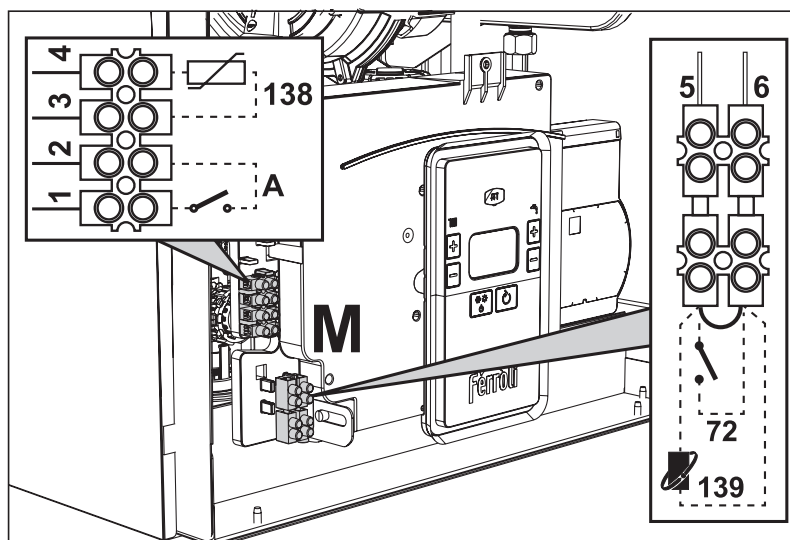
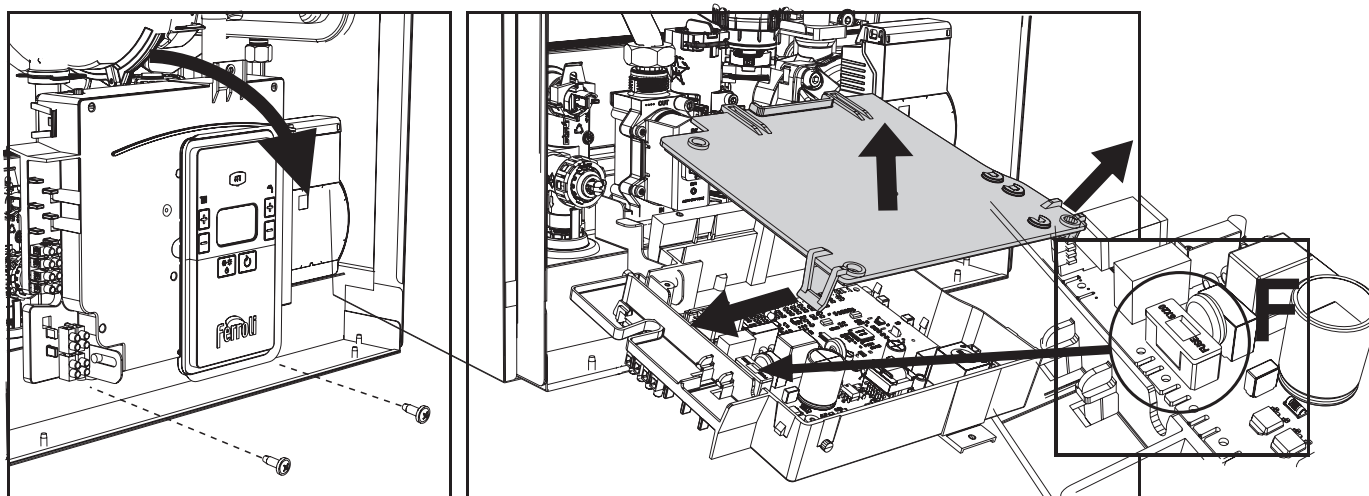

Рис. 18
Рис. 19
После снятия передней панели (см. «Открытие передней панели» на стр. 29) можно получить доступ к клеммным колодкам (M) и предохранителю (F), действуя согласно нижеприведенным указаниям (рис. 18 и рис. 19). **Клеммы, указанные на рис. 18, должны иметь чистые контакты (не 230 В).** Расположение зажимов и их назначение показаны также на электрической схеме на рис. 45.
**Конфигурация выключателя ON/OFF (А рис.19)**